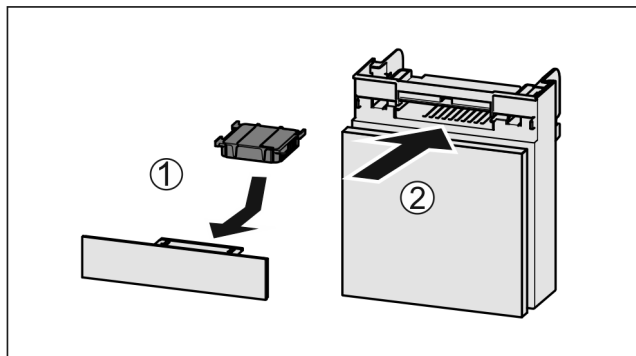

Fig. 81
- ▶ Filtr s aktivním uhlím vložte podle vyobrazení Fig. 81 (1).
- ▶ Zásuvku zasuňte Fig. 81 (2).